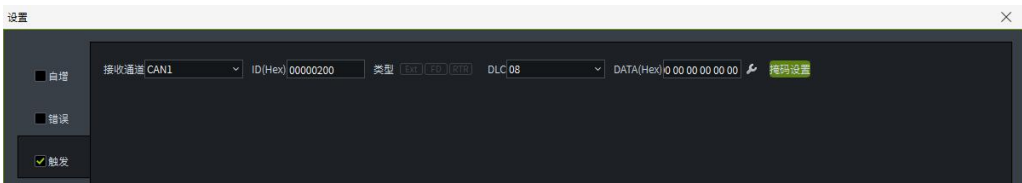

图 6.27 添加触发条件
- (2) 在添加的发送帧中，点击高级按钮，如图 6.27 所示，添加触发条件。